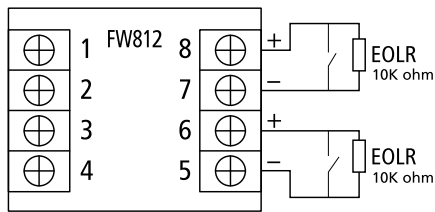

Figura 4 - Diagrama de Cableado (Circuito de Línea de Entrada)
4. Conecte los cables del circuito de línea de entrada. Véase la figura 4. La impedancia de línea máxima para el circuito de entrada es de 25Ω .